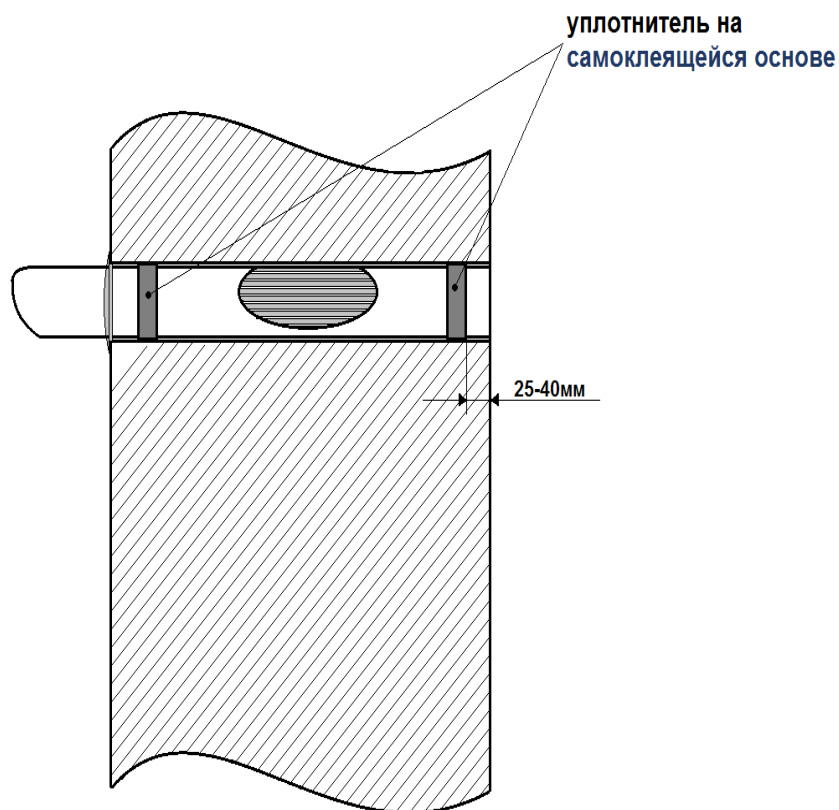

Рис.6. Подготовка вентиляционной трубы к установке в канал воздуховода.
4.6.11. В подготовленный вентиляционный канал вставляем коаксиальную трубу и вентиляционный блок. Вентиляционная труба при этом должна плотно прилегать к стенкам канала. По линии соприкосновения вентиляционной трубы и краю канала воздуховода не должно быть зазоров. Если данные требования выполнены, то перейти к следующему пункту. Если требования не были выполнены (например, внешний диаметр трубы меньше заявленного производителем), то после извлечения трубы из канала воздуховода необходимо отступить от каждого из концов трубки по 25-40 мм и наклеить в этом месте уплотнитель EPDM 2x20 на самоклеящейся основе (рис. 6).